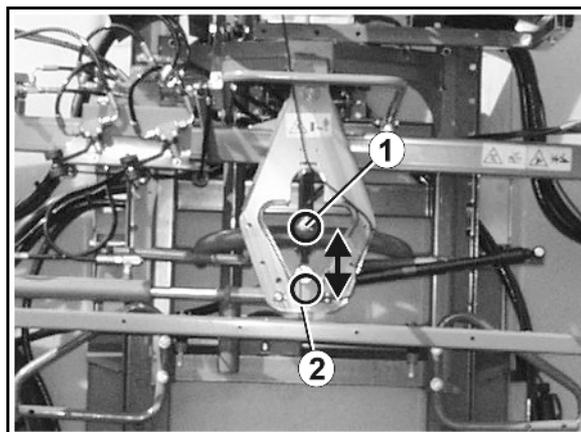

Fig. 39
Déverrouillez l'amortissement tri-directionnel (Fig. 39/1):
- L'amortissement tri-directionnel est déverrouillé (Fig. 39/1), lorsque le symbole de cadenas **AMATRON⁺** ouvert s'affiche à l'écran.
- L'amortissement tri-directionnel (Fig. 39/1) se déverrouille et la rampe dépliée est en mesure de bouger librement par rapport au support de rampe. Le dispositif de protection de l'amortissement tri-directionnel est enlevé ici pour faciliter la démonstration.
Verrouiller l'amortissement tri-directionnel (Fig. 39/1):
L'amortissement tri-directionnel est verrouillé (Fig. 39/1), lorsque le symbole du cadenas fermé s'affiche sur l'écran du **AMATRON**.